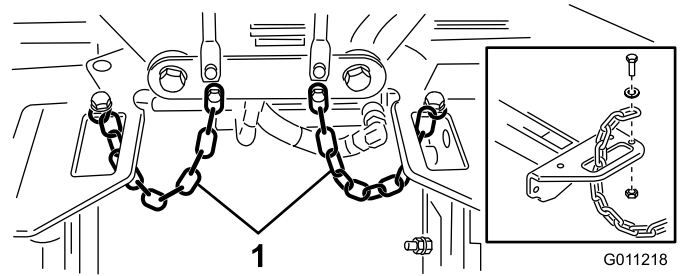

Figura 23
- Encaminhe uma corrente basculante através da abertura na extremidade de cada estrutura de suporte. Fixe a corrente basculante à parte superior da estrutura de suporte com um parafuso, uma arruela e uma contraporca (Figura 23).